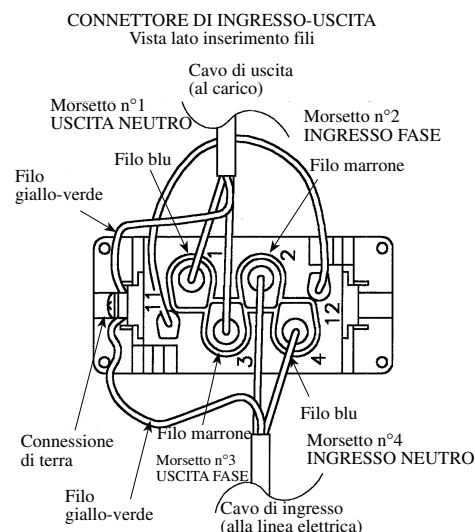

Fig. 8 Morsettiera doppio cabinet
- 4) Cablare il connettore di Ingresso-Uscita in dotazione come indicato in fig. 8, utilizzando del cavo inguainato con conduttori interni aventi una sezione di almeno **4 mm²**.